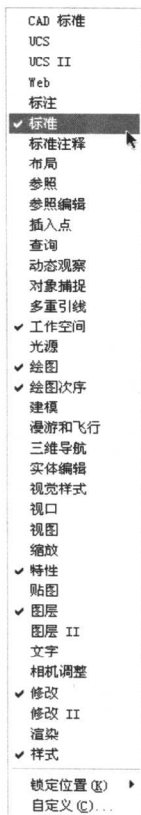

图 1.5 右击工具栏显示的快捷菜单
- (8) 右击工具栏，在弹出的快捷菜单中，会看到选中的工具栏已经显示在界面中，如图 1.5 所示。